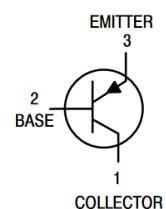

Abb. 11: Pinbelegung von BC337 und BC327
Ein weiteres wichtiges Bauelement ist der Transistor (Abb. 11), der die Funktion eines elektronischen Schalters übernimmt. Er verfügt über drei Anschlüsse: Kollektor (*C*), Basis (*B*) und Emitter (*E*). Fließt ein Strom I_{BE} durch die Basis zum Emitter, so schaltet der Transistor durch und es kann ebenfalls ein Strom I_{CE} vom Kollektor zum Emitter fließen. I_{BE} kann dabei geringer sein als I_{CE} , der Transistor dient so also als Verstärker: $I_{CE} = \beta \cdot I_{BE}$. Falls kein Strom durch die Basis fließt, sperrt der Transistor und $I_{CE} = 0$.
10. Die PNP-Transistoren (Abb. 11, BC327) an den Stellen T1, T2, T5 und T6 einlöten. Dabei die **Polarität** beachten. Die gerade Seite der Transistoren ist auf der Platine markiert. Eventuell müssen die Beinchen etwas zurechtgebogen werden.
11. Die NPN-Transistoren (Abb. 11, BC337) an den Stellen T3, T4, T7 und T8 einlöten. Dabei die **Polarität** beachten. Eventuell müssen die Beinchen etwas zurechtgebogen werden.